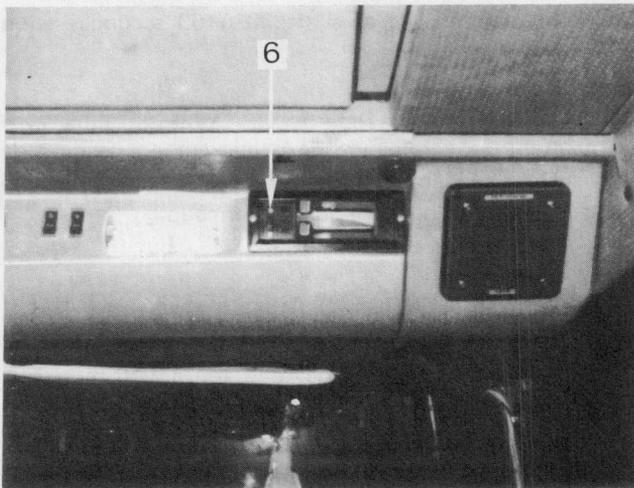

Figure 15
Une molette réglable en continu (6), fig. 15, permet de commander la ventilation.